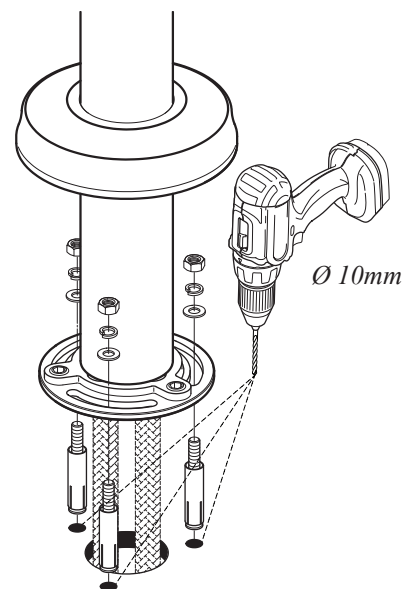

Fig. 2.2
- Plancher de béton recouvert de céramique: percer avec une mèche de 3/8" (10mm) (fig. 2.2).
- Concrete floor covered with ceramic tiles: drill with cement bit 3/8" (10mm) (fig. 2.2).